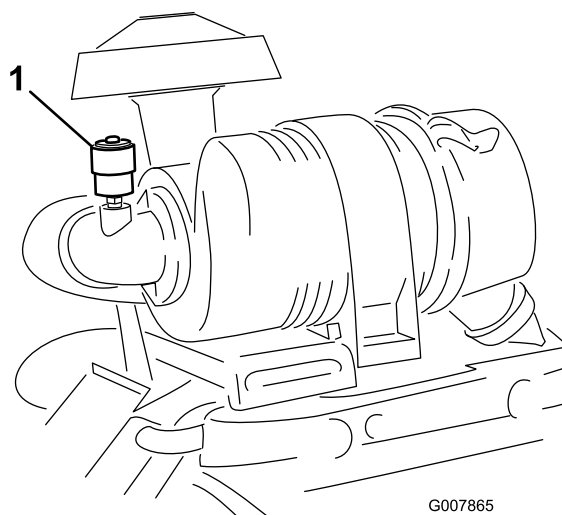

Figura 44
Faça a manutenção ao filtro de ar apenas quando o indicador de manutenção (Figura 44) o exigir. Mudar o filtro de ar antes de ser necessário apenas aumenta a possibilidade de entrar sujeidade no motor quando se retira o filtro.
6. Reinicie o indicador (Figura 44) se este se apresentar vermelho.